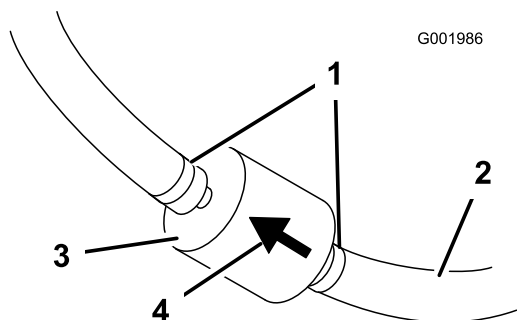

Figura 46
5. Aperte as extremidades das braçadeiras e deslize as abraçadeiras, afastando-as do filtro (Figura 46).